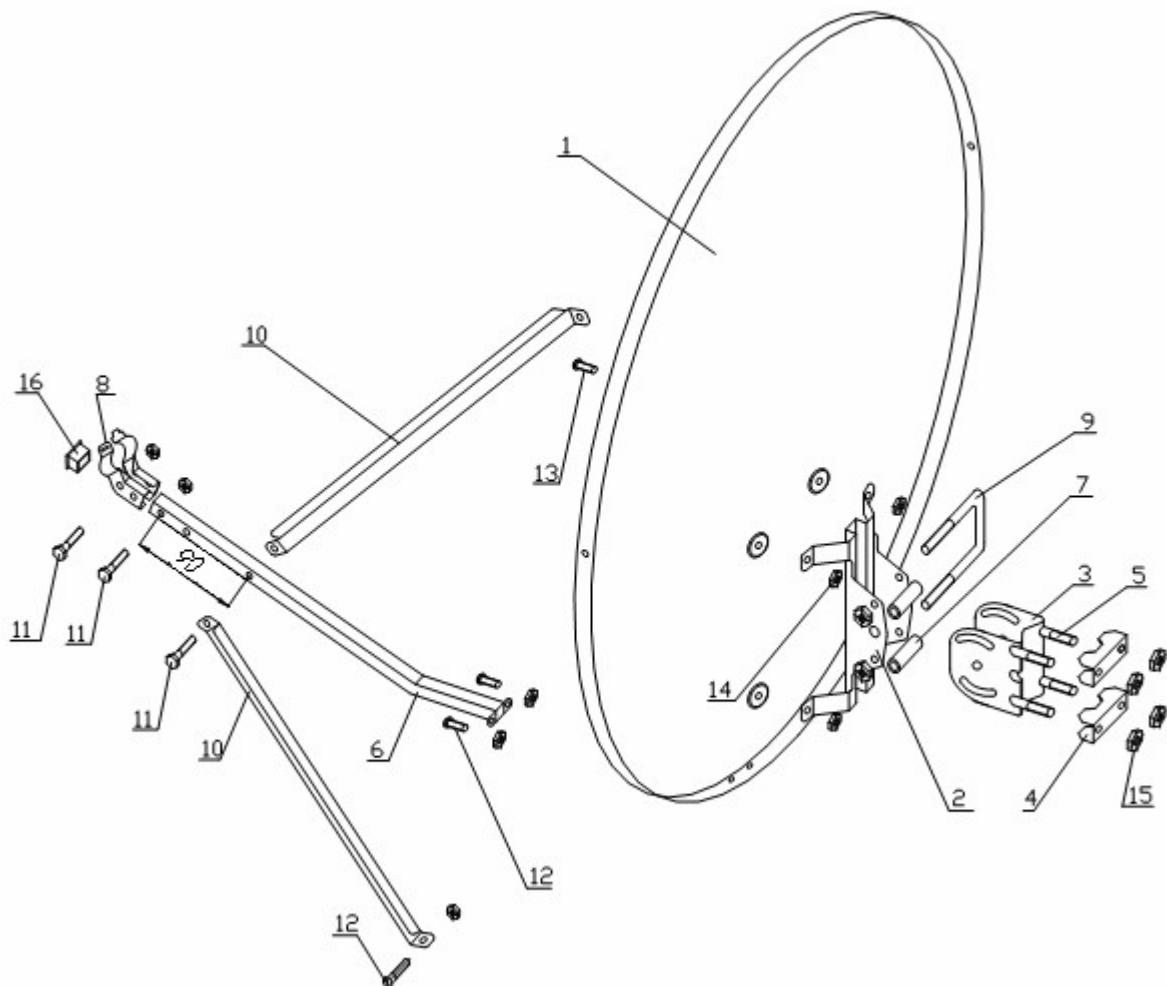

Рис.2
## **Сборка антенны производится в соответствии с рис. 2.**
3. Закрепить дугу конвертородержателя на отражателе винтами M6x16 (поз.12, см.Рис.2).
4. Установить растяжки, для чего закрепить один конец растяжки на отражателе винтом M6x16 (поз.12), а другой конец на дуге конвертородержателя болт M6x35 (поз.11, см.Рис.2). Закрепить гайками.
5. Установить держатель облучателя (поз.8) вместе с облучателем на дуге конвертородержателя, для чего: вставить выступ на левой половине конвертородержателя в паз на правой половине конвертородержателя, обхватить ими облучатель и закрепить все в сборе на дуге конвертородержателя болт M6x35 (поз.11) и гайкой M6. Установить дополнительно болт M6x35 (Рис.2, поз.11). Сильно не затягивать.